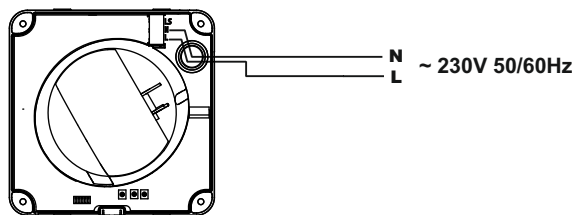

Fig.8
1. En fonctionnement automatique seul (fig.8) l'appareil fonctionne en permanence à la vitesse lente préréglée. Quand le niveau d'humidité dans la pièce devient supérieur à la valeur d'humidité préréglée il passe automatiquement en vitesse maximale jusqu'à ce que le niveau d'humidité dans la pièce soit de nouveau inférieur à la valeur de consigne, plus le temps fixé par la temporisation.